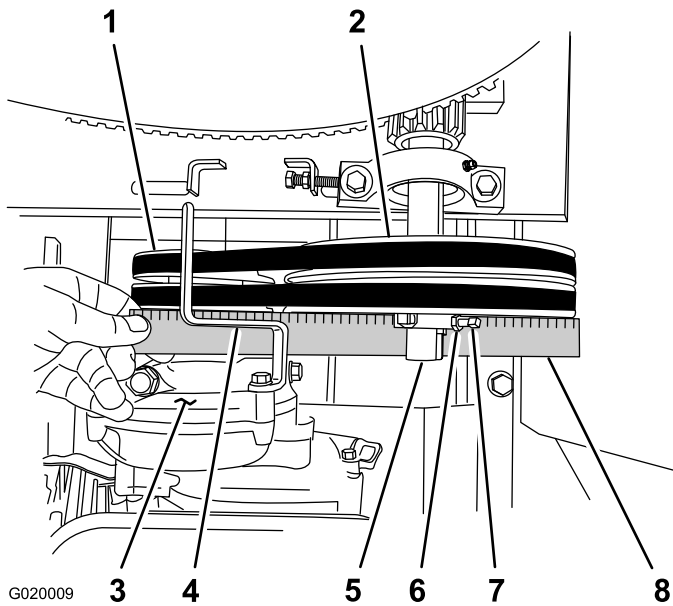

Figura 57
D. Coloque una regla sobre la polea del motor y la polea tensora (Figura 57).
E. Si es necesario, gire el motor sobre la chapa del motor hasta que la polea del motor y la polea tensora estén alineadas con la regla (Figura 57).